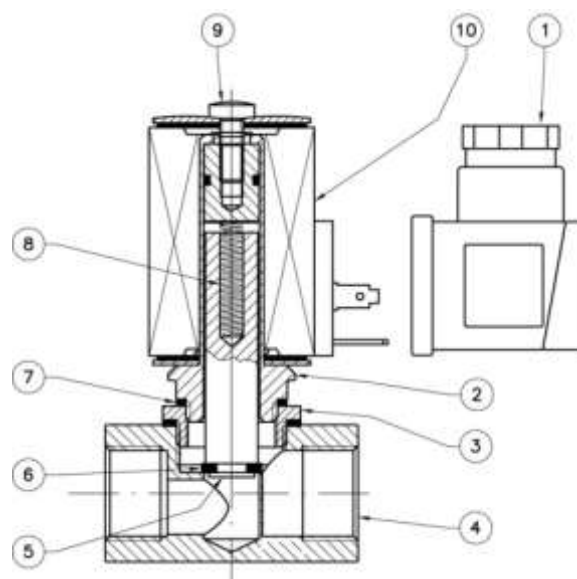

Рис. 1
DN 15 - DN 50 (см. рис. 1): слегка нажать на рукоятку взвода (6), подождать, пока выровняется давлению на входе в клапан и выходе из него, и дожать рукоятку до щелчка.*
Клапан (рис. 1) состоит из: электрический коннектор (1); муфта катушки (2); латунное кольцо (3); корпус (4); подвижный сердечник (5); уплотняющая прокладка (6); алюминиевая шайба (7); пружина запирающего механизма (8); винт крепления катушки (9); электромагнитная катушка (10).